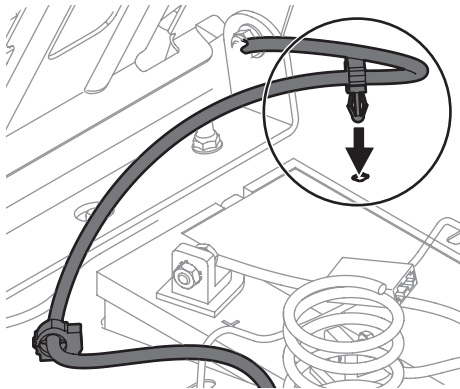

Figura 2-4
4. Usando la traba del arnés unida al arnés, asegure el exceso de cable al guardabarros colocando la traba del arnés en su lugar como se muestra en Figura 2-4.